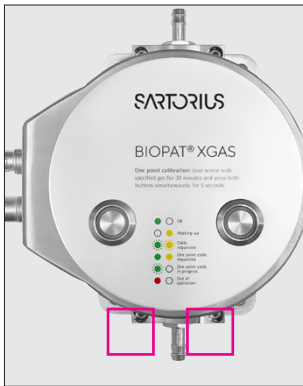
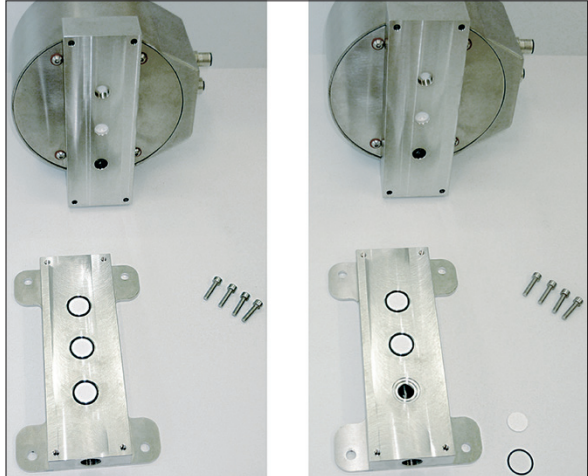

Abb. 8: Schrauben zur Befestigung des Sensors auf dem Durchflussadapter
Abb. 9: Filterwechsel
- ▶ Begasen Sie einmal monatlich für ca. 30 Minuten mit normaler Frischluft (20,97 Vol. % O₂ | 0,04 Vol. % CO₂); je nach Spezifikation (siehe Datenblatt). Anschließend die beiden Taster gleichzeitig für 5 Sekunden betätigen (Abb. 8).
- ▶ Lösen Sie die vier von oben sichtbaren Schrauben (siehe Abb. 8). Die Bodenplatte abnehmen und so ablegen, dass die Filter sichtbar sind (Abb. 9).